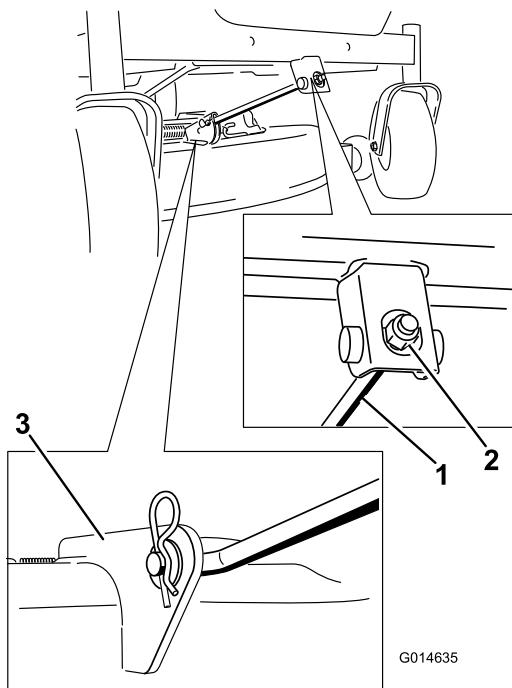

**Figura 67**
6. Para ajustar la inclinación longitudinal, gire la tuerca de ajuste de la parte delantera del cortacésped (Figura 67).